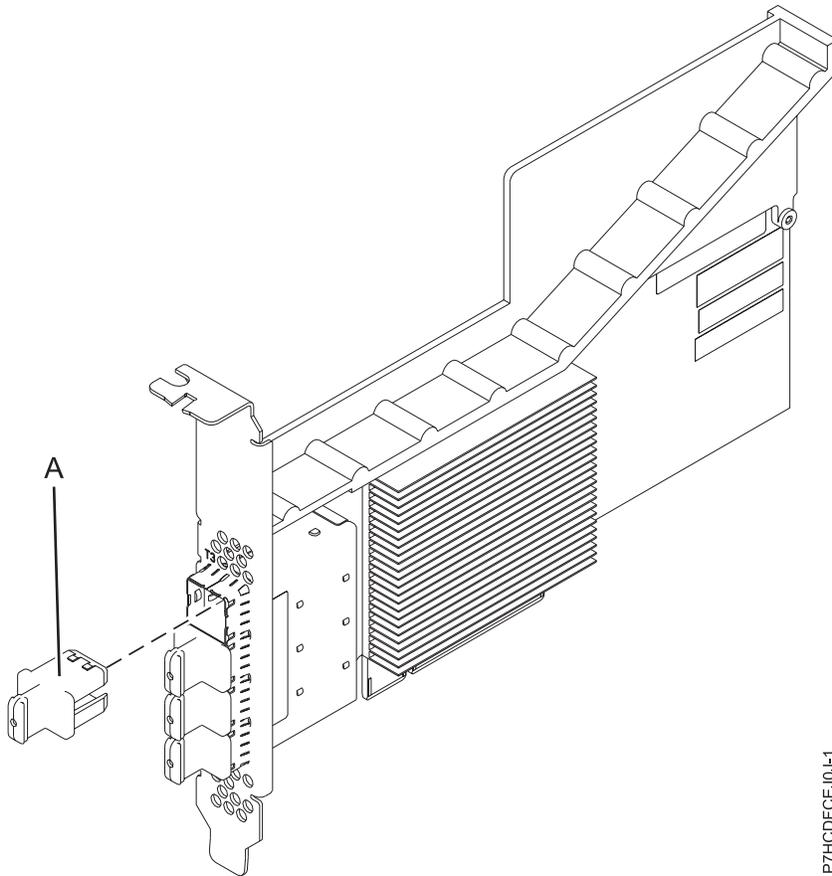

Figure 27. Carte PCIe3 à 4 ports SAS x8
L'adaptateur PCIe3 4 ports SASA x8 est une carte PCI Express (PCIe) SAS RAID de troisième génération, courte et à faible encombrement mais destinée à une installation pleine hauteur. Il est destiné à des applications SAS (Serial Attached SCSI) hautes performances et haute densité. Il prend en charge le raccordement d'unité de bande ou DVD SAS à l'aide de quatre connecteurs mini-SAS HD (haute densité) x4 qui permettent d'utiliser les liaisons physiques dans différentes configurations étroites et larges de ports. Le raccordement de bande magnétique n'est pris en charge qu'avec une configuration de carte unique et ne peut pas être combiné avec un disque SAS sur la même carte. L'adaptateur ne dispose pas d'un cache en écriture. La figure 27, à la page 75 illustre la carte PCIe3 4 ports SASA x8.
La figure 27, à la page 75 représente la carte. Le capuchon du connecteur (A) est installé dans un port vide et empêche que ce port ne soit endommagé lorsqu'un câble d'un connecteur de port adjacent est branché ou retiré.